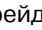

**Рис. 29. Основное меню режима ПРОГРАММИРОВАНИЕ**
4.2.2.1. **Схема основного меню режима ПРОГРАММИРОВАНИЕ**, а также меню подрежима выбора программы для исполнения изображены на **рис. 29**. По
Для выбора уровня программирования необходимо после появления сообщения «Prg» (см. **рис. 29**) нажать кнопку (вверх), прибор перейдет на уровень L1; дальнейшее нажатие этой кнопки позволяет последовательно перейти на уровни программирования L2, L3, L4 и далее в «нижнее» состояние «Out» основного меню (означает окончание списка параметров, в данном случае – списка уровней программирования). При этом на индикаторе «ЧАСЫ:МИНУТЫ» высвечивается наименование каждого уровня и состояния.
Нажатием кнопки  (вниз) осуществляется обратный переход от уровня L4 к уровням L3, L2, L1, «РГ» и далее в «верхнее» состояние «Плт» основного меню (см. рис. 29).
**4.2.2.3. Для перехода в подрежим выбора программы (шага) для исполнения** необходимо после появления сообщения «РГ» (см. рис. 29) нажать кнопку . Прибор перейдет в подрежим выбора программы (шага) для исполнения (см. рис. 29, справа вверху обведенную пунктиром часть схемы). При этом на индикаторе «ВЛАЖНОСТЬ, %» индицируется номер программы.
Если программа должна выполняться не с первого шага, то, нажав кнопку  (см. рис. 29), устанавливают кнопками  (вверх) и  (вниз) номера шага, с которого начнется выполнение программы; при этом на индикаторе «ШАГ» высвечивается номер шага. Для выхода из подрежима выбора программы (шага) для исполнения надо нажать кнопку  – происходит переход в «верхнее» состояние «Плт», при этом на индикаторе «ВЛАЖНОСТЬ, %» высвечиваются прочерки, а на индикаторе «ЧАСЫ:МИНУТЫ» появляется надпись «Плт». Для последующего выхода из режима ПРОГРАММИРОВАНИЕ надо еще раз нажать кнопку .
Для входа в уровень L2 необходимо, находясь в основном меню на мигающем «L2», нажать кнопку . На сдвоенном индикаторе «ЧАСЫ:МИНУТЫ» будет гореть надпись «Lod», на индикаторе «ПАРАМЕТР» будет мигать произвольное число (на рис. 29 число «000» изображено условно), на самом нижнем индикаторе отображается обозначение уровня L2.